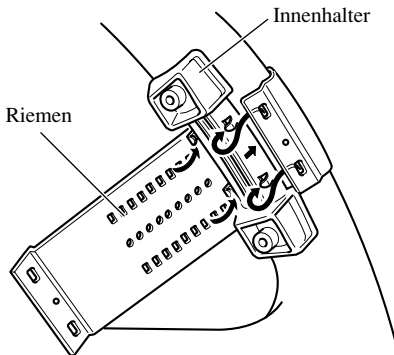

Abb. 8
1. Den Innenhalter mit dem Riemen am Innenumkreis des Lenkrads anbringen. (Abb. 8)